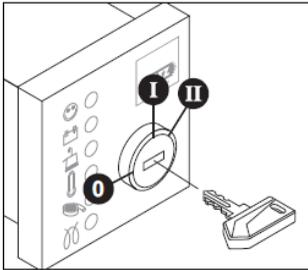

Abb. 50 – Zündschloss
- Den Schalter in die Stellung I verstellen (siehe Abb. 50).